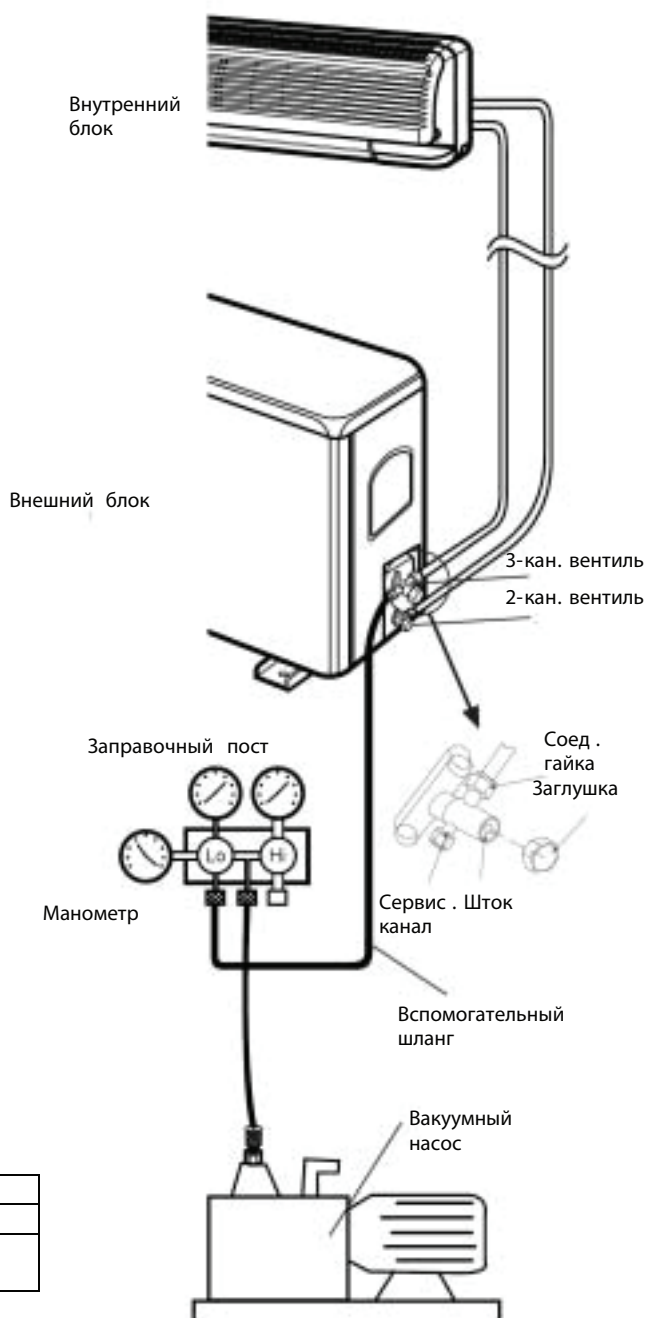

Рис. 6
1. Проверьте правильность соединения шлангов, удалите колпачок сервисного канала и подсоедините заправочный пост и вакуумный насос к загрузочному клапану с помощью вспомогательного шланга, как показано на Рис. 6.